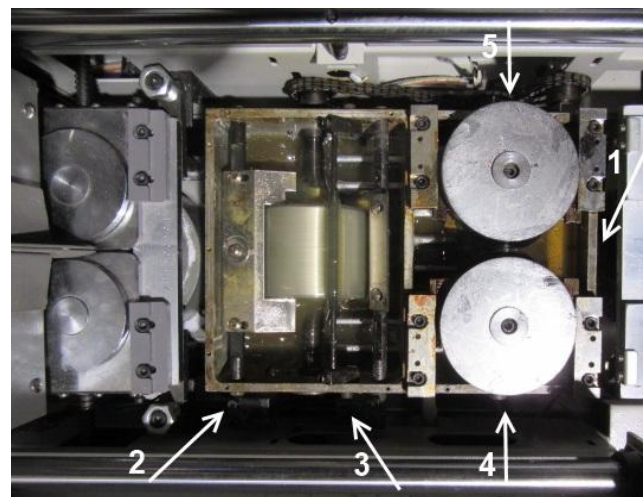

Рис. 1
Крепится в 3-х точках: с одной стороны, ближней к фрезе, на 2-х шарнирах, а с противоположной - подпружиненным винтом (стрелка 1 – Рис. 1) для оперативной регулировки уровня «выше/ниже».
1. Ограничения слоя клея на валике (стрелка 2 – Рис. 1), а следовательно увеличения/уменьшения волны клея в месте соприкосновения валика и прутка,
2. Ограничения (выравнивания) слоя клея на торце книжного блока (стрелка 3 – Рис. 1).
В этой секции важна регулировка валиков строго по центру книжного блока. Регулировочные винты (стрелки 4 и 5 – Рис. 1) расположены по центральной оси роликов перпендикулярно движению каретки, сбоку ванны.